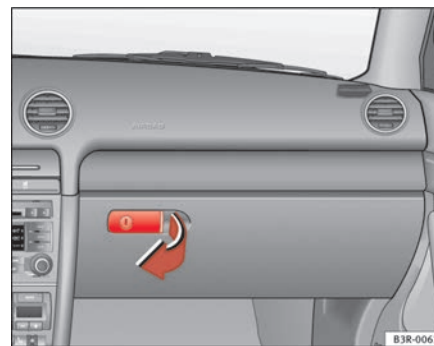

Fig. 129 Cassetto ripostiglio
- Tirare la maniglia nella direzione della freccia ⇒ fig. 129 e abbassare lo sportello.
- Aprire il cassetto portaoggetti ⇒ pag. 155, fig. 129.